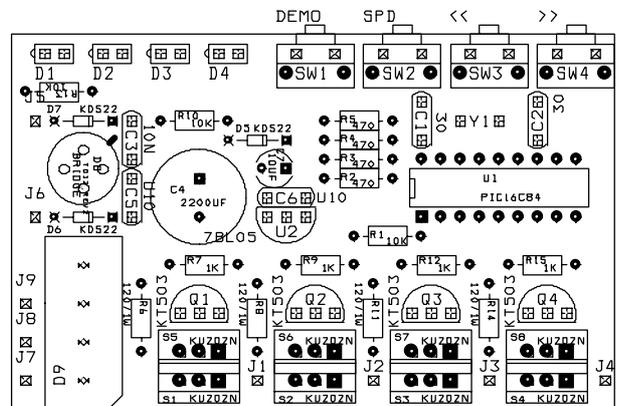
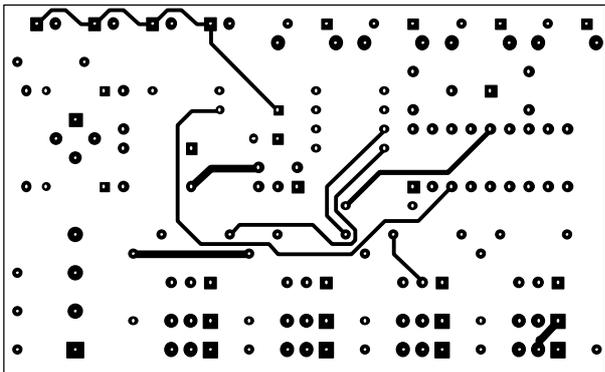

Рис.4
Рис.3
**Конструкция и детали.** В качестве микроконтроллера U1 можно использовать PIC16C84 или PIC16F84 с любой тактовой частотой. В качестве времязадающего элемента - кварцевый или пьезорезонатор с частотой 4 МГц, особых требований к стабильности не предъявляется. Тиристоры (симисторы) - практически любые, с достаточным запасом по коммутируемому напряжению. Диоды в «силовом» выпрямителе - выбирать с достаточным запасом по току и по обратному напряжению не менее 400 В (D232), остальные - КД105. Светодиоды - любые. Сетевой трансформатор - маломощный с вторичной обмоткой 10...12 В, 150...200 мА. Токоограничивающие резисторы в цепи управляющих электродов тиристоров рекомендуется выбирать с рассеиваемой мощностью не меньше одного ватта. Рисунок печатной платы, разработанной Андреем da\_c@mail.ru, показан на рис.2, рис.3, а схема расположения элементов - на рис.4.